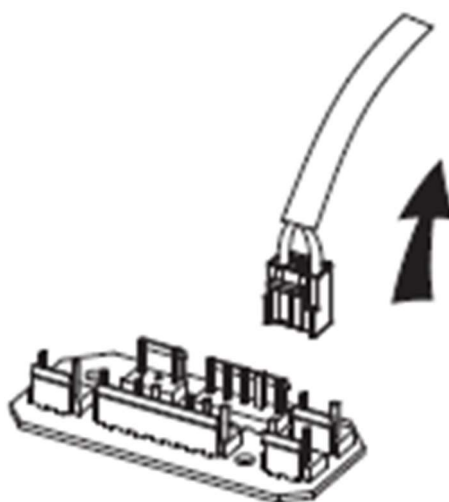

Рис.2
2. Найдите клемму соединительного провода и вытащите ее (рис.2).